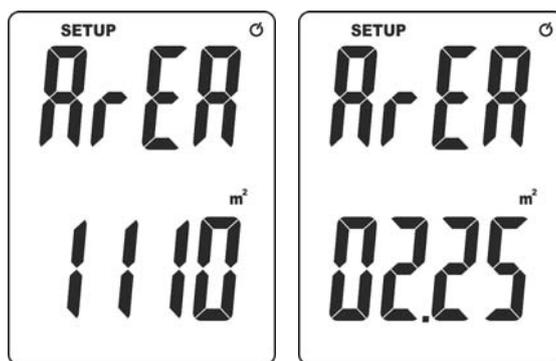

Fig. 4: Configuração do valor da área do canal
5. Premir o botão **ENT** para confirmar. O ecrã da Fig. 4 – parte esquerda é apresentado no display.
7. Premir os botões **▲UNIT** ou **UNIT▼** para configurar o valor da área do canal no campo: **0.001 ÷ 9999** procedendo da direita para a esquerda e premindo o botão **ENT** para confirmar cada dígito (ver Fig. 4 – parte direita) referente a um exemplo de um canal quadrado de lado 1.5m x1.5m)